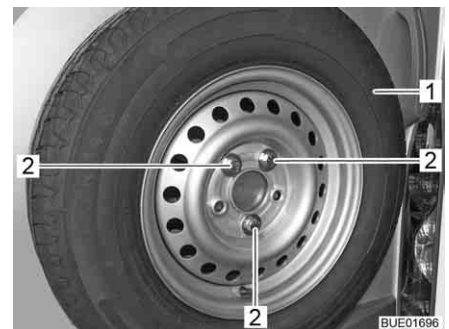

Fig. 227 Fissaggio ruota di scorta
- Svitare tre bulloni di fissaggio (Fig. 227,2).
- Rimuovere la ruota di scorta (Fig. 227,1).